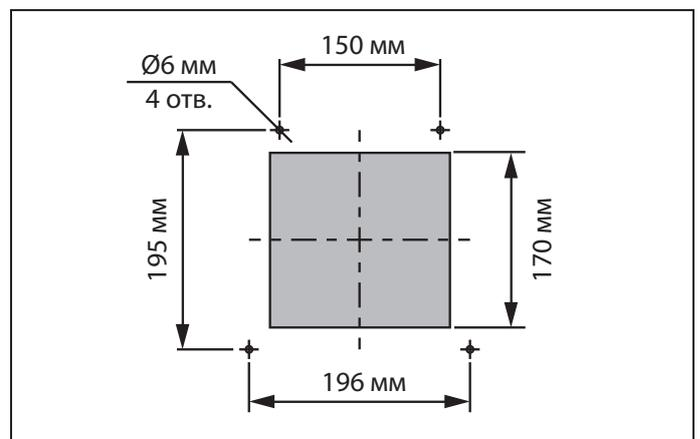

Рис. 14. Разметка отверстий под вентиляторный блок
6. Выполните разметку и подготовьте отверстия под дюбели для монтажа задней части вентиляторного блока (см. рис. 14).